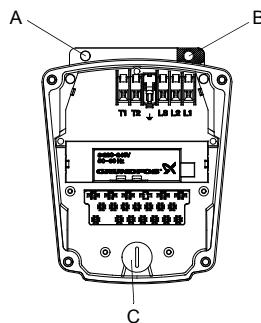

Fig. 1
5. Відвернути і вийняти гвинти поз. А і В, рис. 1. Видалити заглушку. Відвернути і вийняти гвинт поз. С, рис. 2.
**Вказівка:** Застосовувати тільки самонарізні гвинти. Необхідно домогтися, щоб гвинт заземлення поз. В на рис. 1 і 2 був цілком вкручений - тільки так можна домогтися гарного контакту між клемною коробкою й електродвигуном.
5. 松开并拧下图1中位置A和B的螺丝。取下塞子。松开并拧下图2中位置C的螺丝。
确保图1和2中位置B的接地螺丝拧紧到位，使接线盒和电机之间接触良好。
将随泵头一起提供的新的塞子装在图1中位置C的螺丝上。